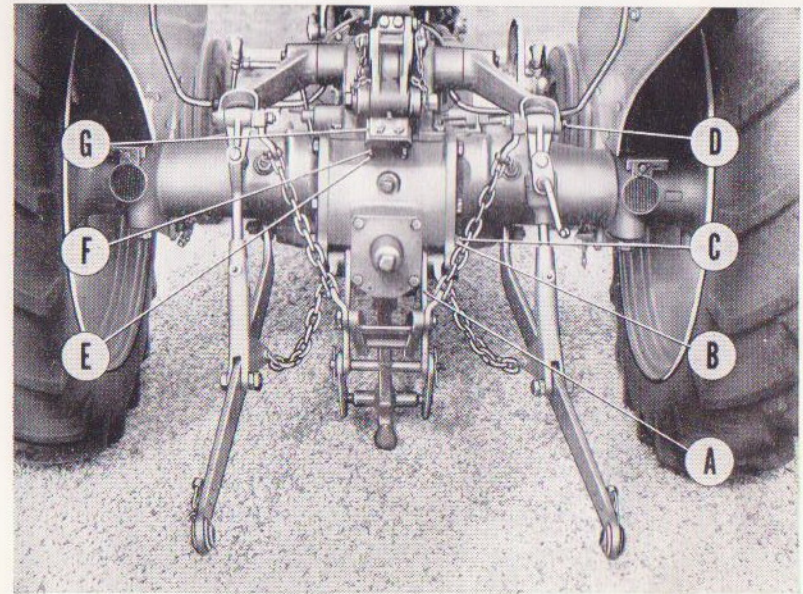

Fig. 3
Fixer ensuite les pattes (A) comme indiqué sur la figure 3. Pour cela, desserrer les vis (C) et tourner les plaquettes (B). Retirer les axes à l'aide d'une pince.
- Relever la manette du système hydraulique pour libérer la broche de l'ensemble télescopique puis l'abaisser pour descendre le crochet. (Tracteur 825 : abaisser la manette du système hydraulique et soulever la p'aquette (D) figure 3 pour libérer le crochet.)